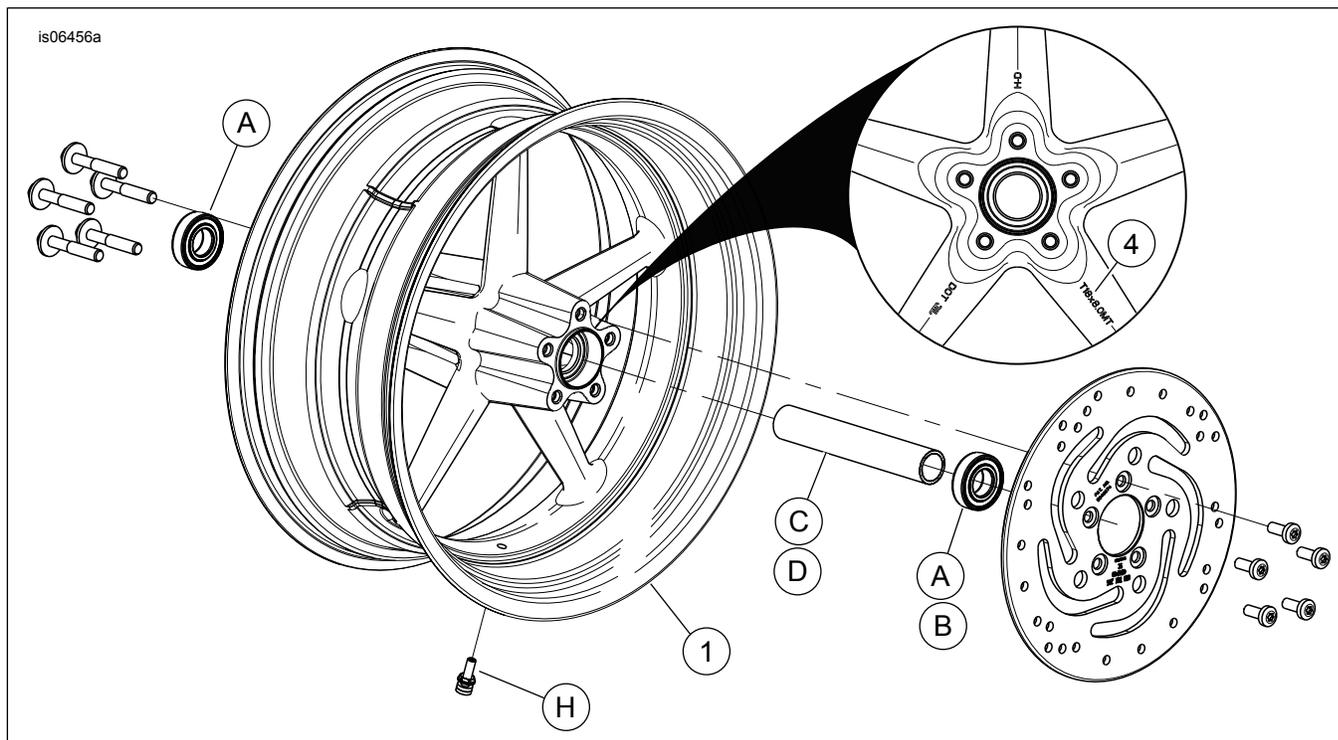

Abbildung 1. Ersatzteile: „Rocker“-Hinterrad
Diese Sätze enthalten nur das Spezial-Rad. Siehe Abbildung 1 und Tabelle 2.
2. Siehe Abbildung 1. Die Ventilschaft-Baugruppe (H) am Rad anbringen. Siehe Werkstatt handbuch.